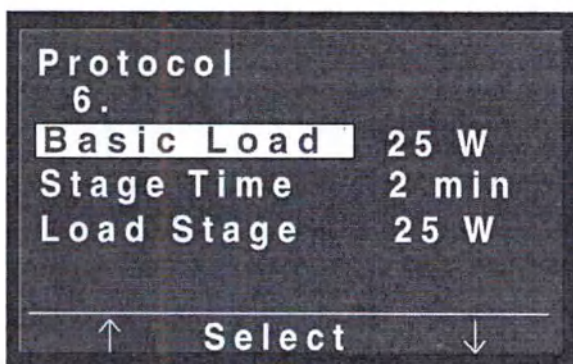

Рис. 7-5 Редактирование протокола
- На экране редактирования протокола (рис. 7-5) установите полосу курсора на тот параметр, значение которого требуется изменить (например, *Basic Load* (Базовая нагрузка)), и подтвердите выбор, нажав *среднюю* программную кнопку.